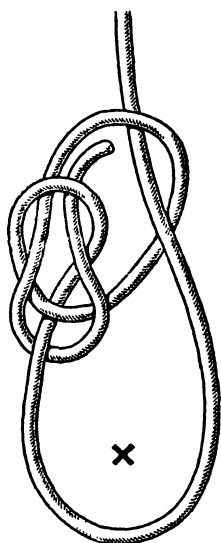

Рис. 85. Бегающий булинь
Основное назначение беседочного узла — это обязанность человека тросом подмышками как средство страховки при подъеме на высоту, опускании за борт или в задымленном помещении во время пожара на борту судна. В незатягивающуюся петлю этого узла можно вставить беседку. Завязанная беседочным узлом петля на швартове надежно служит вместо огона. Этот узел с успехом можно применить для связывания двух тросов любого диаметра или для связывания толстого растительного троса со стальным (в этом случае тросы соединяются петлями, а узлы вяжутся на своих коренных концах). Из всех способов связывания двух тросов из различного материала (например, пенька и сталь, дакрон и манила) соединение с помощью двух беседочных узлов петлями будет самым надежным. Кроме того, из беседочного узла можно сделать надежную затягивающуюся петлю (см. рис. 85). Его можно применять для швартовки и для крепления троса к гаку.
**Бегущий булинь** (рис. 85). Бегущий булинь — это тот же беседочный узел с маленькой петлей, в которую пропущен коренной конец. Он основан на принципе лассо. Действует бегущий булинь безотказно. В морском деле его применяют для вылавливания плавающих бревен и топляков, им ищут и поднимают оставленные на дне адмиралтейские якоря.